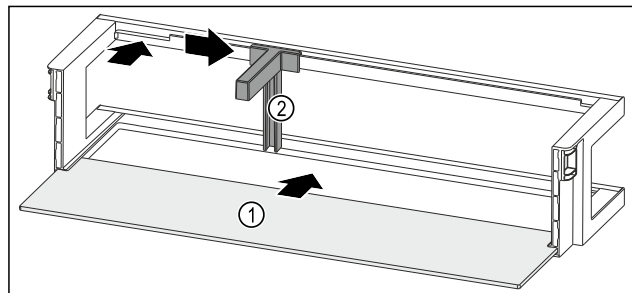

Fig. 150 Vratna polica z odlagalno polico
- Odlagalno polico Fig. 150 (1) vstavite v stranske vdolbine.
- Vstavite držalo za steklenice Fig. 150 (2) v odprtino.
- Držalo za steklenice Fig. 150 (2) potisnite na stran do zelenega položaja.